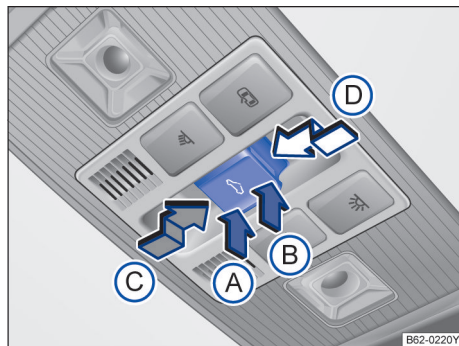

图 57 顶篷上的天窗控制按钮
按钮→图 57 设有 2 挡位置。1 挡位置：可完全打开天窗，或部分翻开天窗，打开或关闭天窗。
- 触发防夹功能后 5 秒钟内按压 **按钮** → 图 57，沿箭头①方向将按钮保持在 2 挡位置，直至天窗完全关闭。